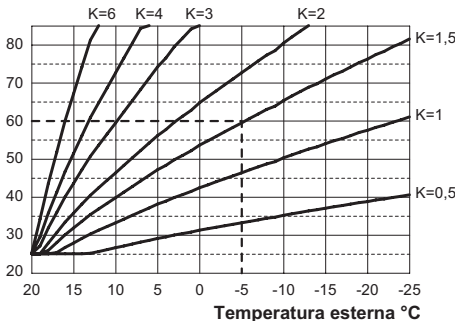
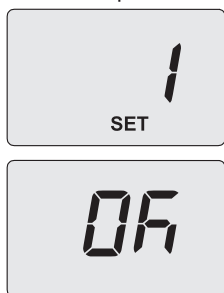

Figura 5.24
Figura 5.28
Se alla caldaia **È COLLEGATO** il comando remoto (opzionale) riferirsi alla Figura 5.24.
Quando si installa la sonda esterna bisogna impostare questo parametro in base al rendimento dell'impianto di riscaldamento per ottimizzare la temperatura di mandata (Figura 5.24).
Es. Per avere una temperatura di mandata all'impianto di riscaldamento di 60°C con una esterna di -5°C si deve settare un K di 1,5 (linea tratteggiata in Figura 5.24).
del coefficiente K in Figura 5.24 (il valore letto sul display corrisponde a valori decimali di coefficienti K). Sul display compare la scritta "SET" (Figura 5.28).
- Premendo il tasto 13 (Figura 5.25) si ottiene la conferma del valore inserito. Sul display appare per 3 sec. la scritta "Ok" (Figura 5.28), per poi visualizzare la lista dei parametri.